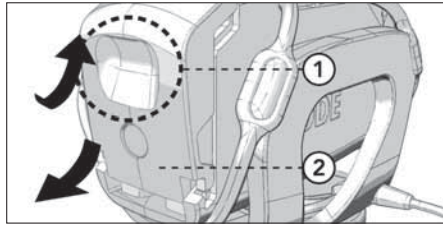

Abb. 1 – Öffnen des Batteriefachs
1. Der Batteriefachdeckel befindet sich vorne am Mikrophon (in Aufnahme-richtung). Drücken Sie mit Ihrem rechten Daumen und Zeigefinger fest auf die Deckelseiten, während Sie mit dem linken Daumen in der Deckelmulde das Fach nach oben hin öffnen (Abb. 1).